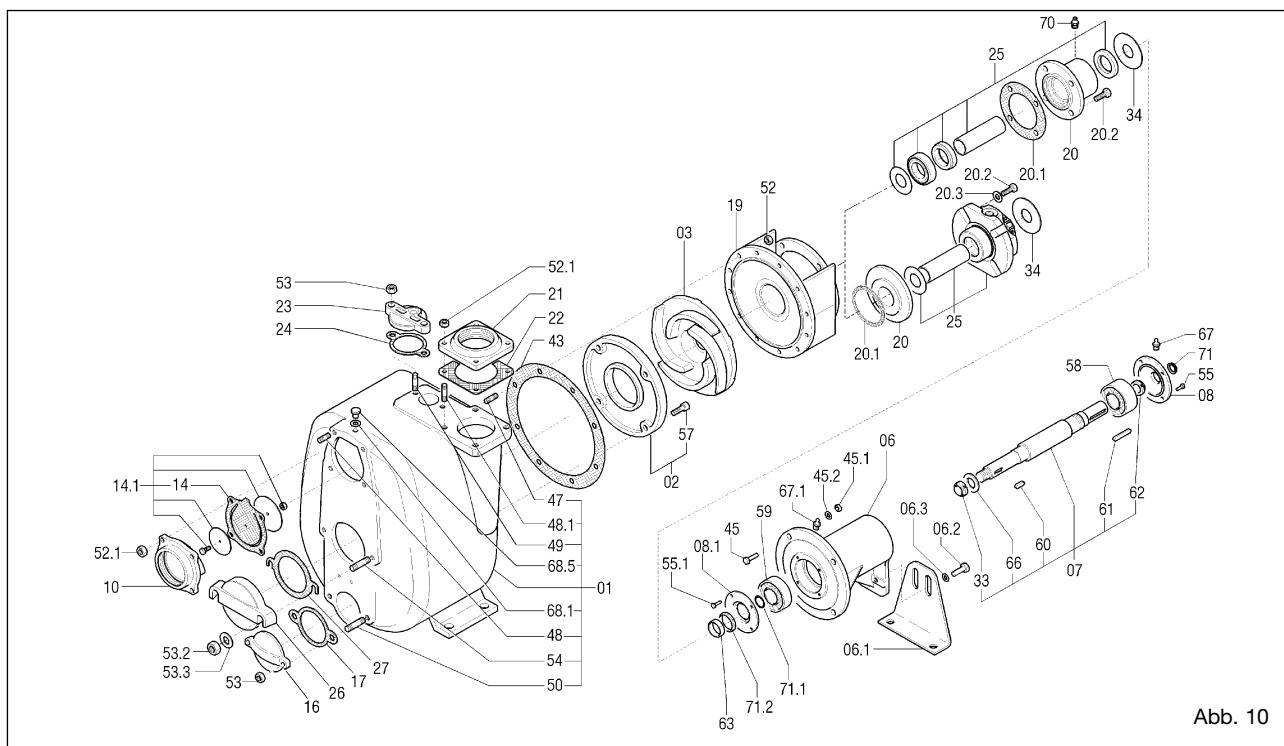

Abb. 10
Die Ansaugleitung muss einen Durchmesser aufweisen, der dem Durchmesser des Ansaugstutzens der Pumpe entspricht (für größere Durchmesser Varisco konsultieren). Falls möglich Kurven, Kniestücke oder Drosselungen vermeiden, die den Zufluss der Flüssigkeit zur Pumpe behindern können. kein Bodenventil montieren: Die Pumpe weist ein integriertes Rückschlagventil (14) (Abb. 10) auf. Die Pumpe so nahe wie möglich an der zu pumpenden Flüssigkeit installieren und wo möglich versuchen, die Länge der Ansaugleitung zu reduzieren. Die Anschlüsse der Ansaugleitungen müssen vollkommen luftdicht sein. Die Gewinde, die Dichtung der Flansche, die Schnellkupplungen usw. kontrollieren.
Hier ein Beispiel einer Explosionszeichnung (Abb. 10).
13.2 Ersetzung des Laufrades (Abb. 10)
- Die Muttern (52) lösen und den Pumpenkörper entfernen; dabei darauf achten, dass die Dichtung (43) nicht beschädigt wird.
- Das Laufrad (03) Blockieren und die selbstblockierende Mutter (33) abschrauben.
- gegebenenfalls die Dichtung (43) ersetzen.
13.3 Ersetzung des Verschleißtellers (Abb. 10)
- Die Muttern (52) lösen und den Pumpenkörper entfernen; dabei darauf achten, dass die Dichtung (43) nicht beschädigt wird;
- Die Innensechskantschrauben (57) lösen
- Den Verschleißteller (02) ausbauen und ersetzen
- Gegebenenfalls die Dichtung (43) ersetzen
13.4 Ersetzung des Ventils (Abb. 10)
- die Ventilhalterung (10) herausnehmen
- den Ventilsitz der Ventilhalterung (10) reinigen und wieder einsetzen
13.5 Ersetzung der Dichtung vom Typ 1 - 2 - 3 (Bezug Abb. 10,11 und 12)
- die Muttern (52) lösen und den Pumpenkörper entfernen; dabei darauf achten, dass die Dichtung (43) nicht beschädigt wird.
- das Laufrad (03) blockieren und die selbstblockierende Mutter (33) entfernen.
- die Motorhalterung (19) herausnehmen. Zusammen wird automatisch auch der rotierende Teil der Dichtung (40) herausgenommen, der auf dem Distanzstück (31) montiert ist
- den Gegenflansch (39) mit der entsprechenden Dichtung (38) von der Motorhalterung abnehmen
- die Ölwanne (41) abbauen
13.6 Ersetzung der Dichtungen vom Typ 4 - 5 (Bezug Abb. 10, 13, 14, 15 und 16)
- Die Muttern (52) (Abb. 10) lösen und den Pumpenkörper entfernen; dabei darauf achten, dass die Dichtung (43) nicht beschädigt wird.
- Den Laufrad (03) blockieren und die selbstblockierende Mutter (33) abschrauben.
Zwischenlegen der Dichtung (43) (Abb. 10) mit einer Stärke von 0,5 mm bewirkt den erforderlichen Abstand (Abb. 19).
13.8 Wartung der Lager (Abb. 10)